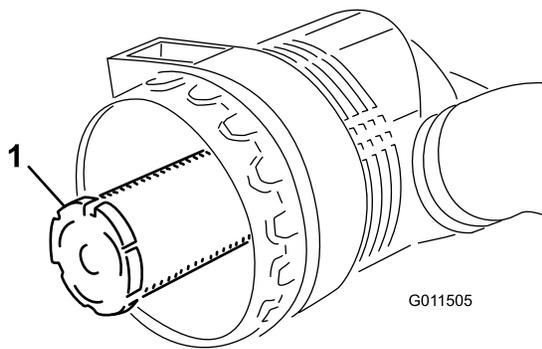

Figure 53
**Important:** N'essayez jamais de nettoyer l'élément de sécurité (Figure 53). Remplacez l'élément filtrant de sécurité une fois sur trois, quand vous effectuez l'entretien du préfiltre.